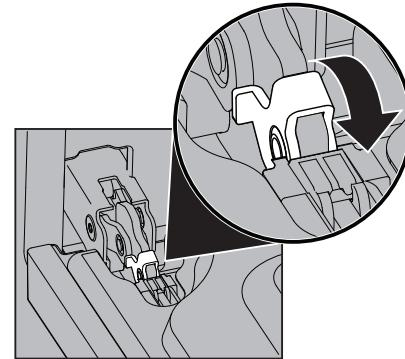
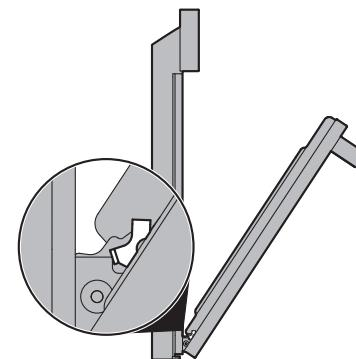

Figure 14: Serrure de charnière de porte
Figure 15: Position de retrait
2. Tirez vers l'avant le verrou situé sur chaque support de charnière du four jusqu'à ce que le verrou s'arrête. Vous devrez peut-être appliquer une petite pression vers le haut sur le verrou pour le tirer vers le haut (Figure 14 et Figure 15).
2. Tenez la porte du four au même angle que pour le retrait. Insérez avec précaution les leviers de charnière dans le cadre du four jusqu'à ce que vous sentiez que les leviers de charnière sont logés dans les encoches de charnière. Les bras de charnière doivent être entièrement insérés dans les encoches de charnière avant que la porte du four ne puisse être complètement ouverte. (Figure 15).